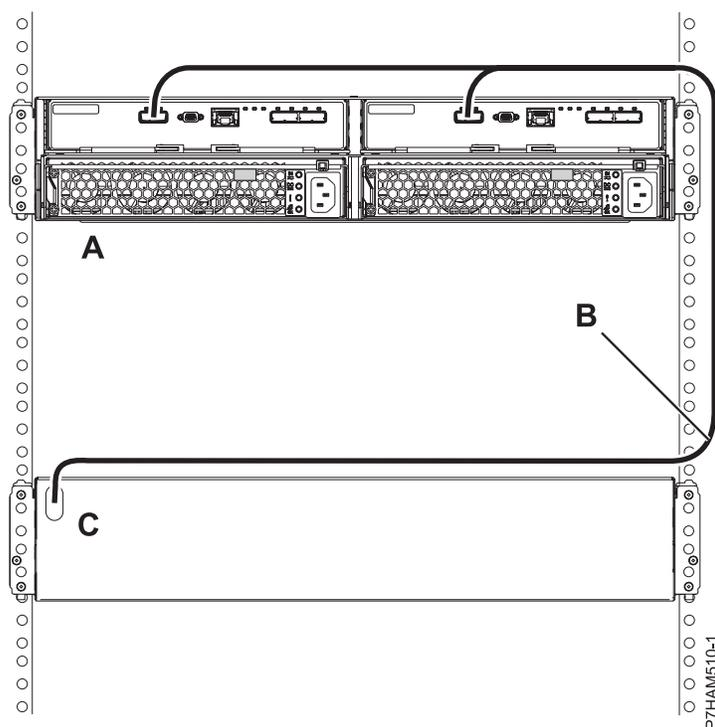

Figure 28. Mode 1 de connexion d'un boîtier d'unité de disque 58/87 via un câble YI à un système avec prise en charge pour un tiroir SAS unique
- h. Effectuez la connexion de mode 1 d'un boîtier d'unité de disque 58/87 (A) via un câble YI (B) vers un système prenant en charge un tiroir SAS unique (C), comme illustré dans la figure 28.
- Le système avec prise en charge d'un tiroir SAS unique (C) peut accéder à l'ensemble des 24 baies d'unité.